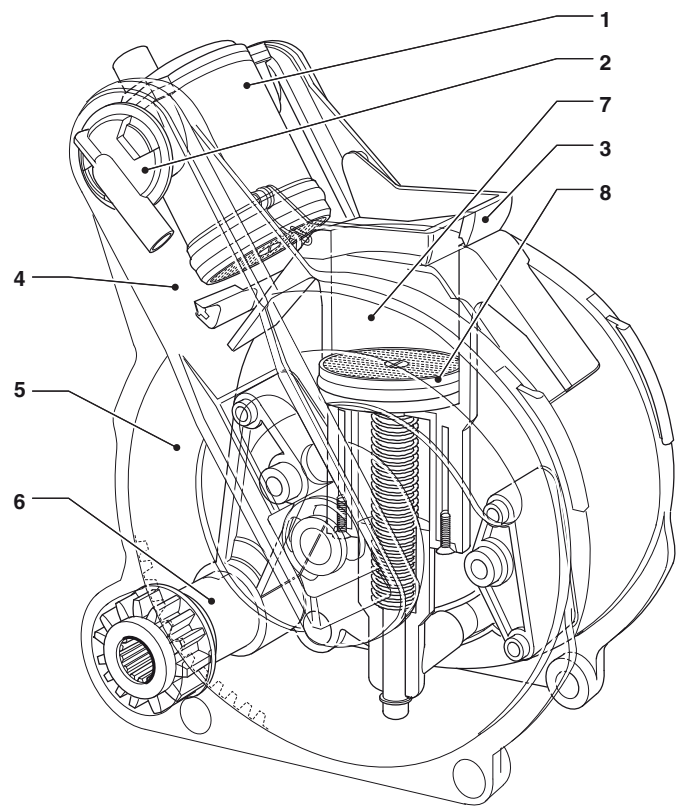

Fig. 22
El motorreductor acoplado al piñón (6) hace girar las manivelas (5) que provocan una rotación de 30° de la cámara de infusión (Fig. 22, punto 7).
El pistón superior (1) se alinea con la cámara de infusión (Fig. 22 -7) y desciende hacia su interior. La posición de parada del pistón para la infusión dependerá de la cantidad de molienda contenida en la cámara.